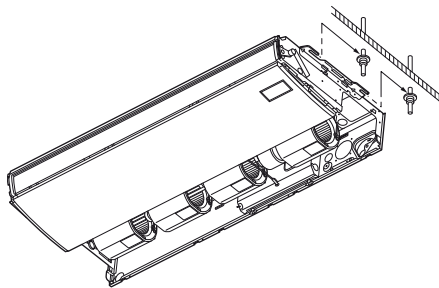

Fig. 3-14
b) Levante a unidade interior e coloque-a nas anilhas através dos entalhes, para fixá-la em posição. (Fig. 3-14)